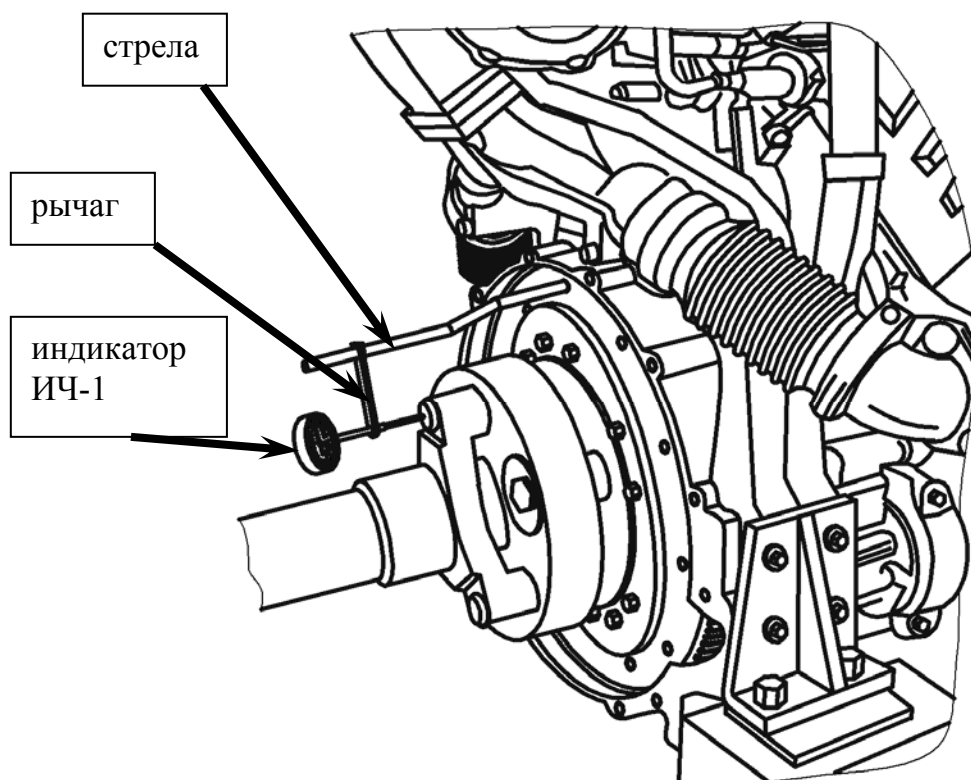

Рисунок 2 – Схема установки индикатора
- 8) Устанавливаем стрелу и рычаг для центровки двигателя относительно рамы на маховик (см. Рисунок 2). Устанавливаем индикатор ИЧ-1 (сочотный) на рычаг, проворачивая кардан на 90° определяем излом и несоосность, она должна быть не больше 0,4 мм. Несоосность шкива коленчатого вала должна быть не больше 5 мм